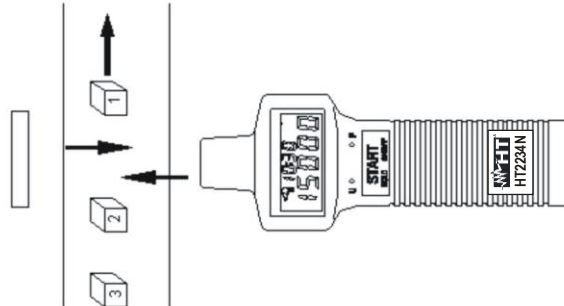

Fig. 6: cuenta de eventos con red rojo interno
1. Contre, aunque necesario, un trozo de cinta reflectante en la superficie què ser sobrevenido por el LED interno. Posiccionar el instrumento en la proximidad de la unidad Emetidora como en la Fig. 6: